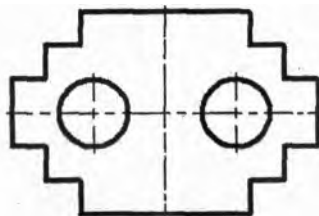

Рис.2. Молоточек жернова
- молотки рис.2, имеют четыре симметричных рабочих грани, до полной замены их можно использовать четыре раза разворачивая на оси по мере износа;